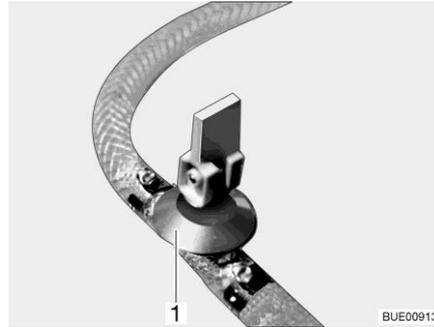

Fig. 165 Llave de desagüe
- Cerrar la(s) llave(s) de desagüe. Colocar para ello el balancín (Fig. 165,1) en posición horizontal.
- Abrir la(s) llave(s) de desagüe (Fig. 165). Colocar para ello el balancín (Fig. 165,1) en posición vertical. La caldera se vacía hacia fuera.